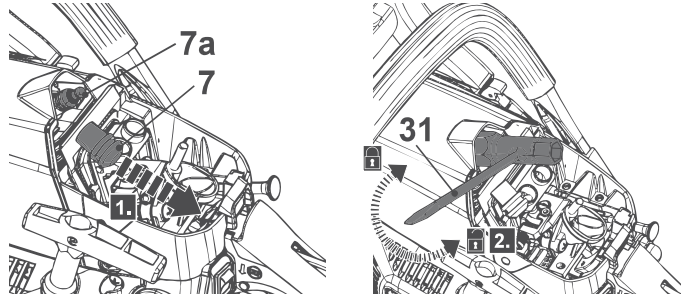

Fig. 53
1. Afloje el tornillo de fijación (6) (Fig. 53, paso 1) y retire la tapa del filtro de aire (6a) para llegar al conector de la bujía (7).
2. Desconecte el conector de la bujía (7) (Fig. 53, paso 1).
- Afloje la bujía (7a) hacia la izquierda utilizando la multiherramienta (31) y extráigala con cuidado (Fig. 53, paso 2).